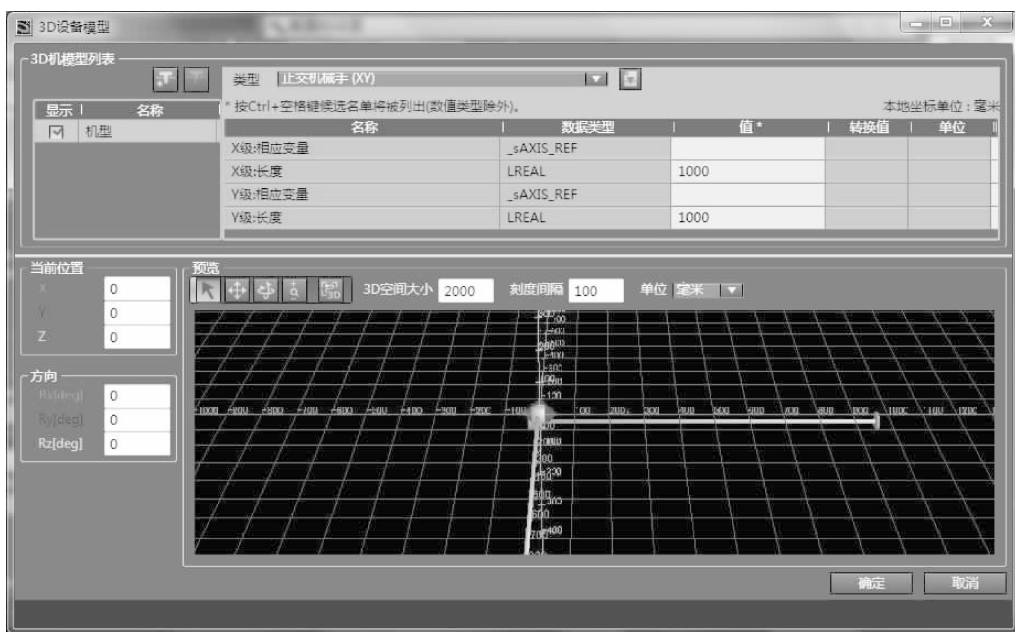

图 5-51 3D 设备模型列表
- 2) 点击3D设备模型设置按钮, 从菜单中选择“添加”, 出现3D设备模型列表, 如图5-51所示, 从中选择。